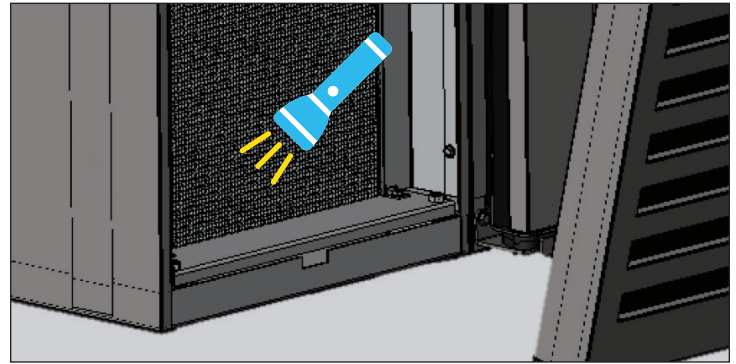

Fig. 4. Vérifiez que toutes les obstructions ont bien été éliminées.
5. Une fois la saleté retirée de la surface du serpentin, utilisez une lampe torche pour vérifier que vous voyez à travers le serpentin et observez la rotation des lames du ventilateur du condenseur. Voir fig. 4.